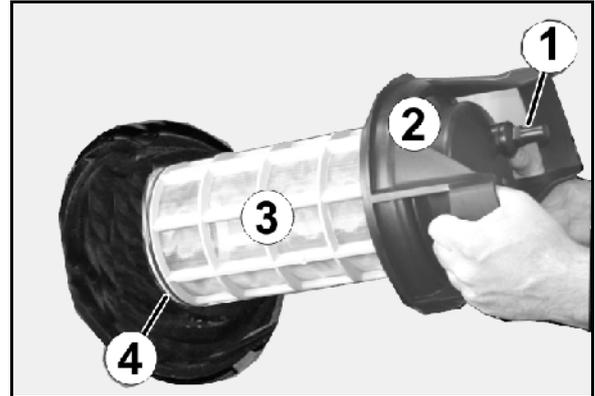

Fig. 141
- Limpiar diariamente el filtro de aspiración (Fig. 141) después de limpiar la pulverizadora de campo.
- Engrase la junta tórica debajo del filtro de aspiración (Fig. 141/4). Observe que las juntas tóricas se hayan montado correctamente.
1. Soltar la tapa del filtro de aspiración (Fig. 141/2).
2. Retirar la tapa con filtro de aspiración (Fig. 141/3) y limpiar con agua.
6. Soltar la tapa del filtro de aspiración (Fig. 141/2).
7. Accionar la válvula de descarga del filtro de aspiración (Fig. 141/1).
8. Retirar la tapa con filtro de aspiración (Fig. 141/3) y limpiar con agua.